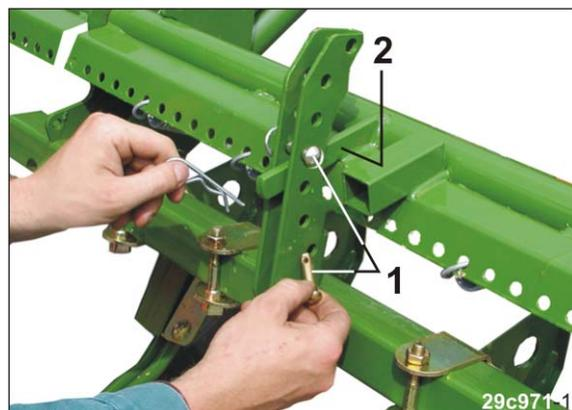

図 137
3. それぞれ 1 本のピン (図 137/1)
をストッパー (図 137/2)